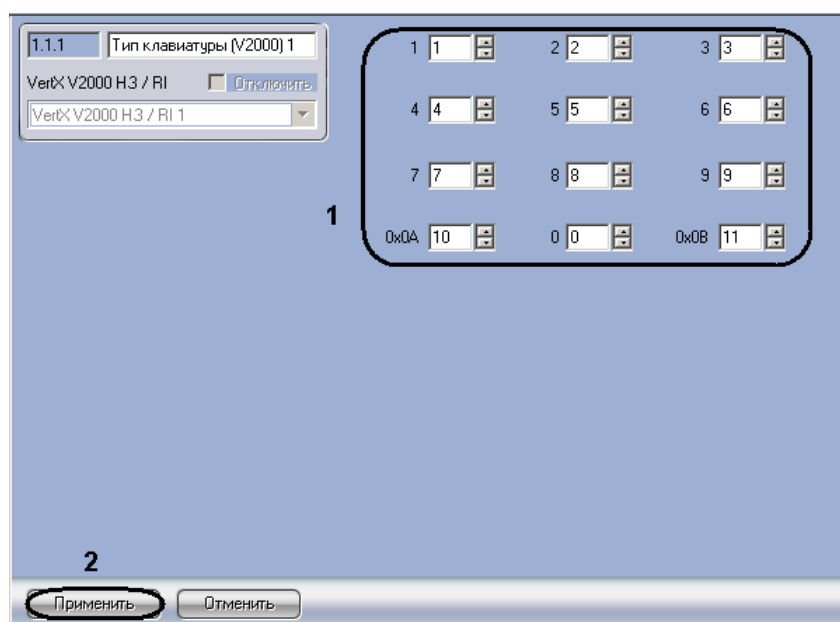

Рис. 3.7—17 Настройка типов клавиатур
2. В полях **0-9** необходимо ввести значение, которое будет получать контроллер, при нажатии на соответствующую цифру на клавиатуре (см. Рис. 3.7—17, **1**).
3. В поле **0x0A** необходимо ввести значение, которое будет получать контроллер, при нажатии на кнопку ***** на клавиатуре (см. Рис. 3.7—17, **1**).